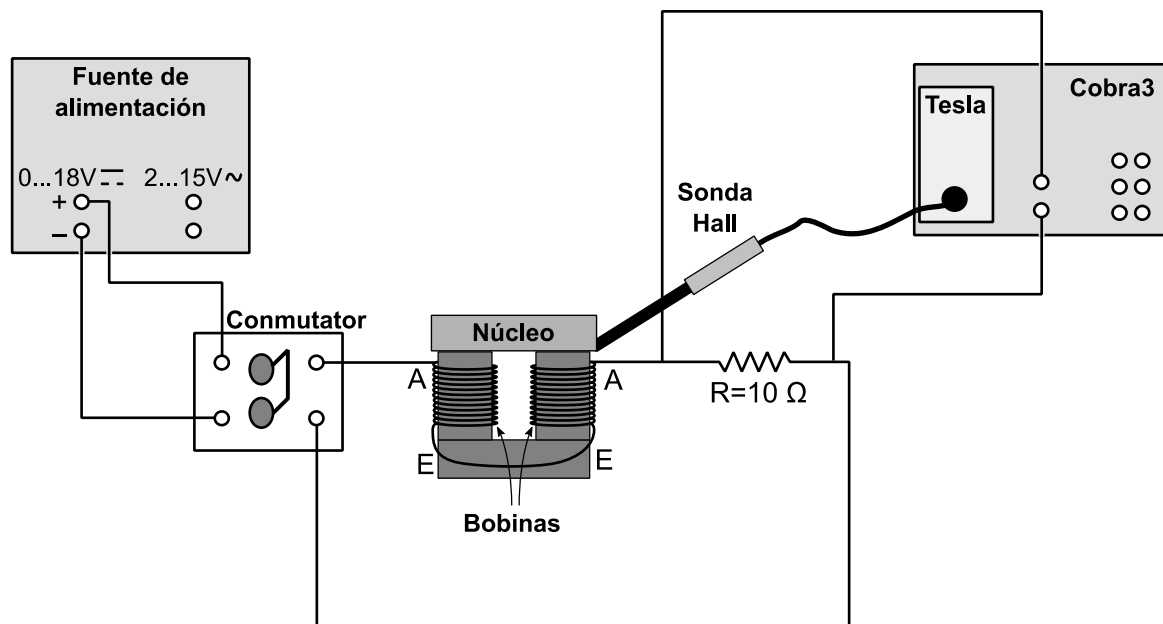

Figura 3. Sistema experimental
Para medir el ciclo de histéresis vamos a establecer un campo magnético en el circuito magnético cerrado del núcleo de un transformador. Para ello haremos circular una corriente continua a través de una bobina que rodea al núcleo. Midiendo el campo B en el núcleo (eje Y) y el campo magnético aplicado H (eje X) obtendrás el ciclo de histéresis del núcleo. Para ello monta el dispositivo mostrado en la Figura 3.
Para medir el campo aplicado se utiliza el siguiente orden de ideas: el campo magnético generado por las bobinas es proporcional a la corriente que las atraviesa (ley de Biot-Savart), conectamos a las bobinas una resistencia (en serie para que la corriente sea la misma) y aprovechamos la ley de Ohm ($V = I \cdot R$); de forma que la diferencia de potencial en los extremos de la resistencia variable es proporcional a la intensidad que pasa por las bobinas, y por tanto, al campo H aplicado. Conecta esta diferencia de potencial a la entrada analógica 2 de la unidad COBRA. Coloca la sonda para medir el campo magnético como se indica en la Figura 3 y conéctala al módulo TESLA. Esta salida entrega un voltaje que es proporcional al campo magnético existente en el núcleo. Por tanto el conjunto COBRA-TESLA registra tanto el campo magnético (B) en el núcleo como permite obtener la corriente (I) que circula a través de las bobinas.